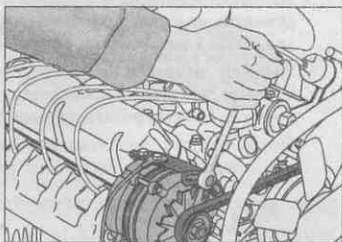

Рис. 14.12. Затяжка регулировочного болта
4. Сначала затяните гайку или болт регулировочного соединения, а затем шарнирные болты (рис. 14.12).
2. Ослабьте регулировочный болт (см. рис. 14.12).